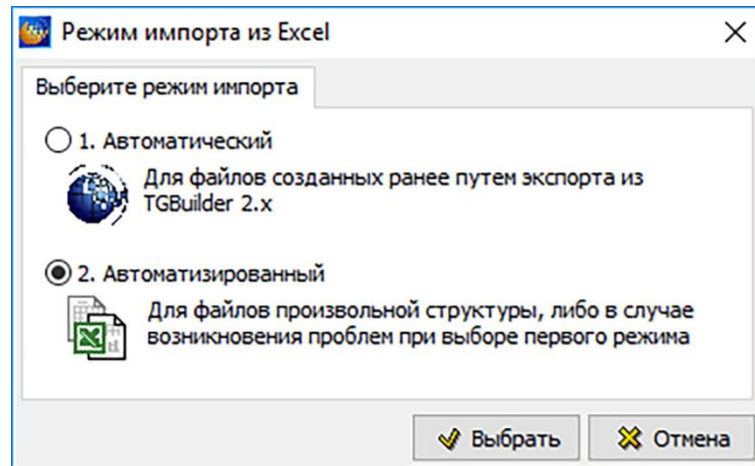

Рисунок 438
3) В окне **Режим импорта из Excel** выберите режим **Автоматизированный** и нажмите на кнопку **Выбрать** (рисунок 438).